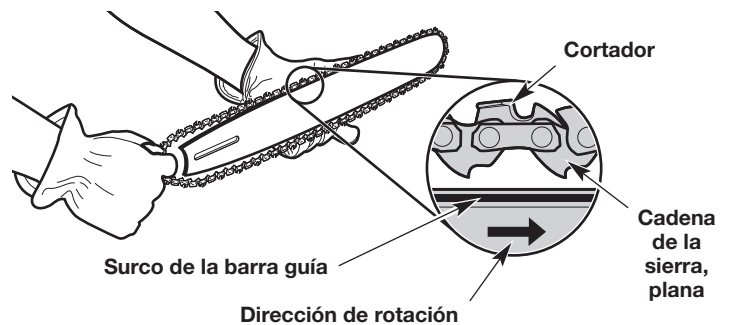
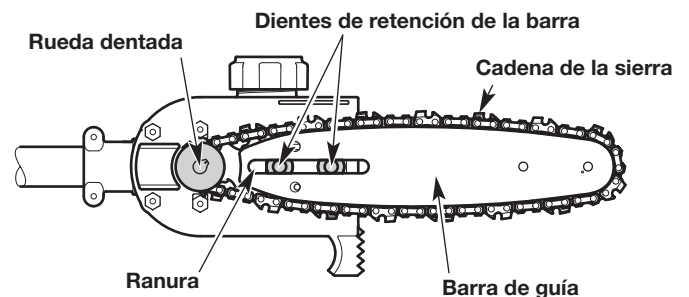

Fig. 12
Fig. 13
3. Coloque la cadena de la sierra en el surco de la barra guía (Fig. 12). Compruebe que los cortadores estén en la dirección correcta de rotación (Fig. 12). Mantenga un lazo de la cadena de la sierra en el extremo trasero de la barra guía (Fig. 12).
4. Mantenga la cadena de la sierra y la barra guía juntas en la posición sobre la unidad. Enganche la cadena de la sierra alrededor de la rueda dentada de impulsión e instale la barra guía sobre los pernos de la barra (Fig. 13). Compruebe que la barra guía esté al ras contra la superficie de montaje. Compruebe que las partes planas sobre la cadena de la sierra están en los surcos de la rueda dentada de impulsión (Fig. 12 y Fig. 13).
6. Instale la cubierta de la barra. Apriete el tornillo y dos (2) tuercas de retención de la barra.